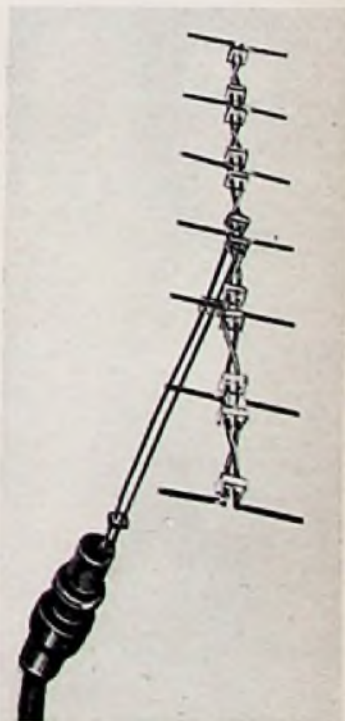

Bild 4. Dipolzeile für  $\lambda = 10 \text{ cm}$
b) **Leitungsstücke als Impedanztransformatoren.** Da sich alle Leitungseigenschaften periodisch mit der halben Wellenlänge wiederholen, stellt jede Leitung von der Länge  $\lambda/2$  oder einem ganzzahligen Vielfachen von  $\lambda/2$  einen Transformator 1:1 dar. Dieser Transformator wird z. B. bei Dipolzeilen verwendet, wo die einzelnen, in  $\lambda/2$ -Abstand voneinander angeordneten Strahler durch  $\lambda/2$ -lange Leitungsstücke parallel geschaltet werden. Da aber der  $\lambda/2$ -Transformator eine Phasendrehung von  $180^\circ$  bewirkt, muß durch Wendung der beiden Leiter die Gleichphasigkeit der Einzeldipole wieder hergestellt werden (Bild 4). Besonders einfache Transformationsverhältnisse ergeben sich ferner für Leitungsstücke, die  $\lambda/4$  oder ein ungeradzahliges Vielfaches davon lang sind. Derartige Leitungsstücke vom Wellenwiderstand  $Z$  transformieren den Abschlußwiderstand  $\mathfrak{R}_1$  in den Eingangswiderstand  $\mathfrak{R}_2$ :